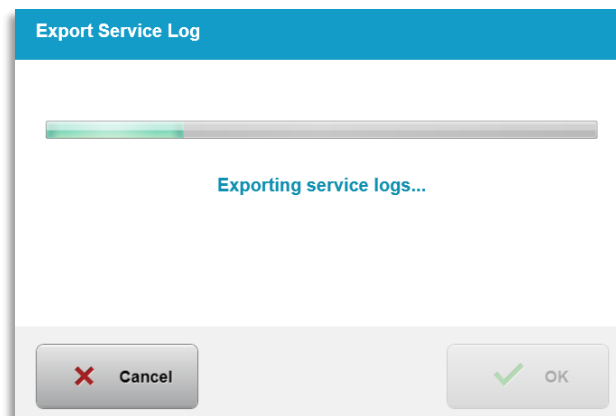

Figura 3-58. Exportar registro de servicio en curso
- El sistema comienza a transferir automáticamente el registro de servicio y muestra una barra de progreso del proceso de transferencia, tal como se muestra en la figura 3-58.